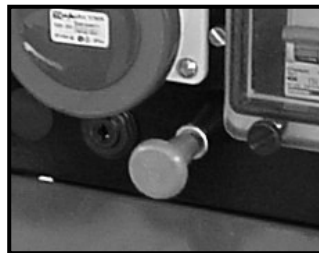

Рис. 8
3) Двигатель Руджерини: потянуть рукоятку, расположенную на пульте управления (смотри рис.8); дождаться полной остановки двигателя; перевести ключ в положение "OFF".